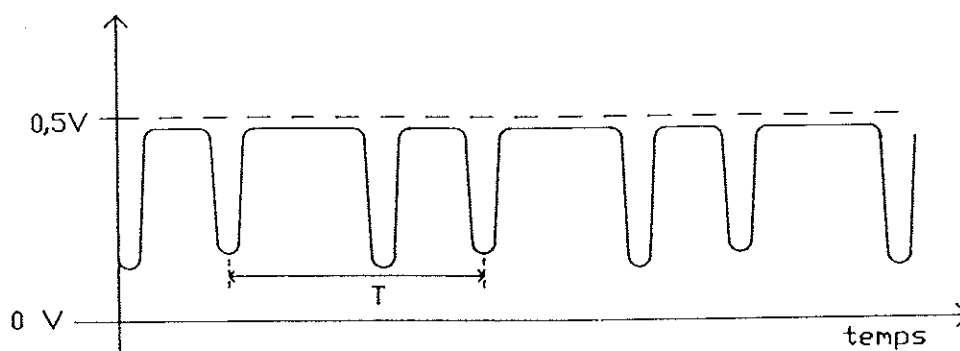

figure 18 : la lame vibrante intercepte le faisceau lumineux 2 fois par période, mais au repos, le vibreur ne coupe pas le faisceau
- si au repos, la lame, du vibreur ne coupe plus le faisceau laser, l'aspect du signal peut être modifié (figure 18).